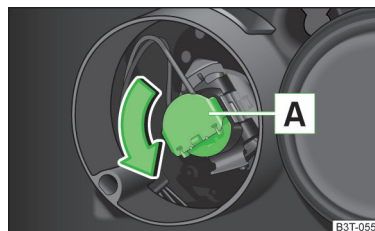

Fig. 203
- Tournez la fiche avec l'ampoule **A** » fig. 203 dans le sens de la flèche, jusqu'en butée.